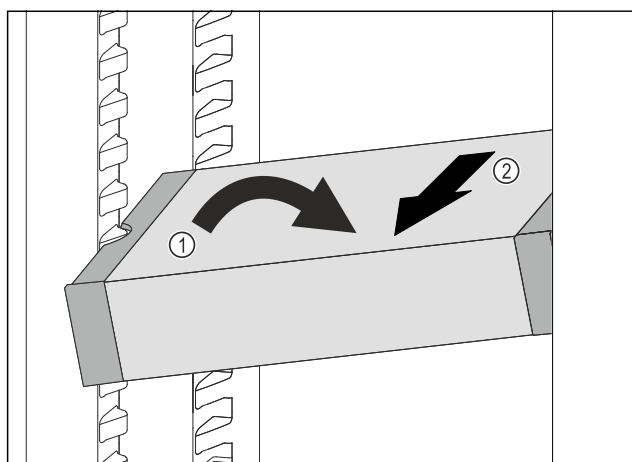

Fig. 119
- Poziționați oblic VarioSafe în frigider. Fig. 119 (1)
- Extrageți VarioSafe spre înainte. Fig. 119 (2)